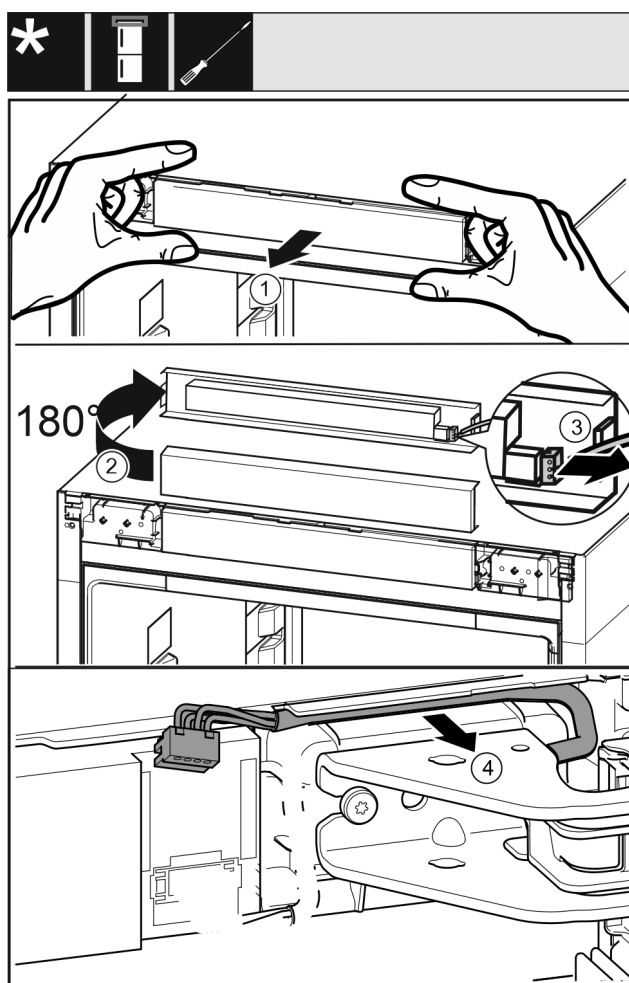

Fig. 23
- Désolidariser avec précaution le panneau de commande Fig. 23 (1) vers l'avant.
- Tourner le panneau de commande Fig. 23 (2) de 180° vers le haut.
- Pousser l'ergot Fig. 23 (3) vers l'arrière et retirer avec précaution le connecteur.
- Désolidariser avec précaution le câble Fig. 23 (4) du guide par le biais du support de palier.